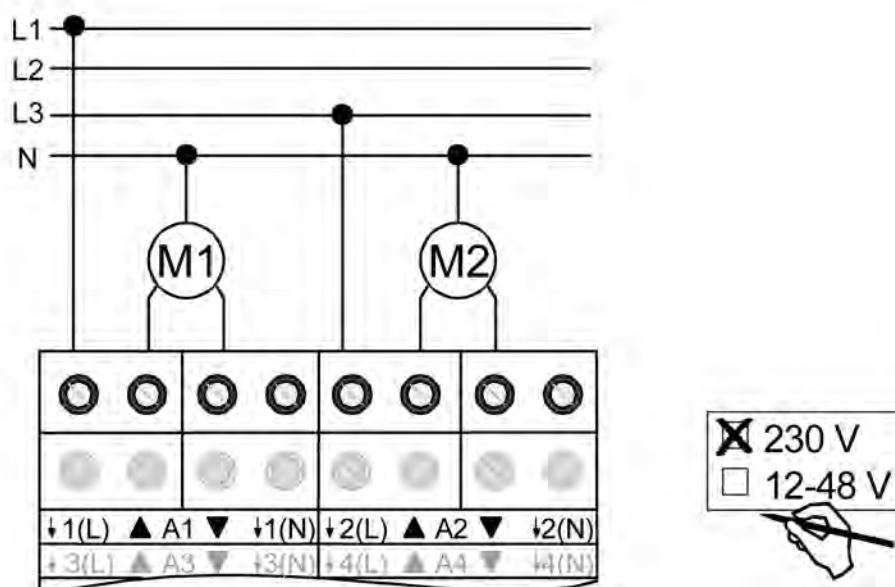

Figura 5: Conexión eléctrica para motores de accionamiento de 230 V.
- Conectar los motores de accionamiento según se indica en el ejemplo de conexiones (figura 5).
- i** En el modo de conexión descrito (figura 5) no es absolutamente necesario conectar el conductor N al actuador de persianas. Sin embargo, cuando se conectan motores de accionamiento con entradas para el sentido de desplazamiento de alta impedancia (p. ej.: accionamiento con finales de carrera electrónicos) sí se requiere conectar el conductor N en la correspondiente borna del actuador de persianas. Para ello se deben tener en cuenta los datos del fabricante del accionamiento.